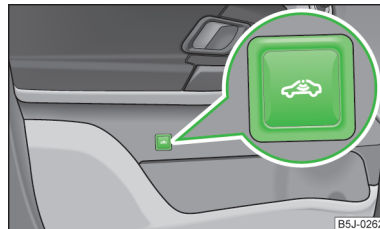

Fig. 17
- Apăsați tasta simbol  » fig. 17 din portiera șoferului.